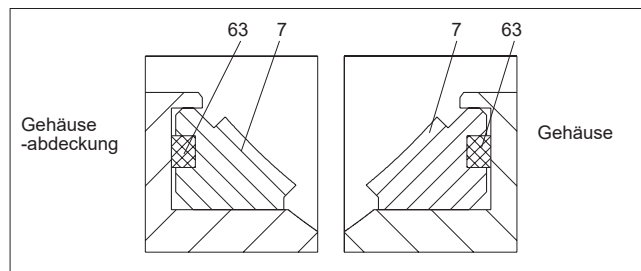

Abb. 21 S-Sitz (2")
- Setzen Sie die Gehäuseabdichtung (63) in den Kugelsitz (7), siehe Abb. 21. Setzen Sie den Sitz in das Gehäuse (1).